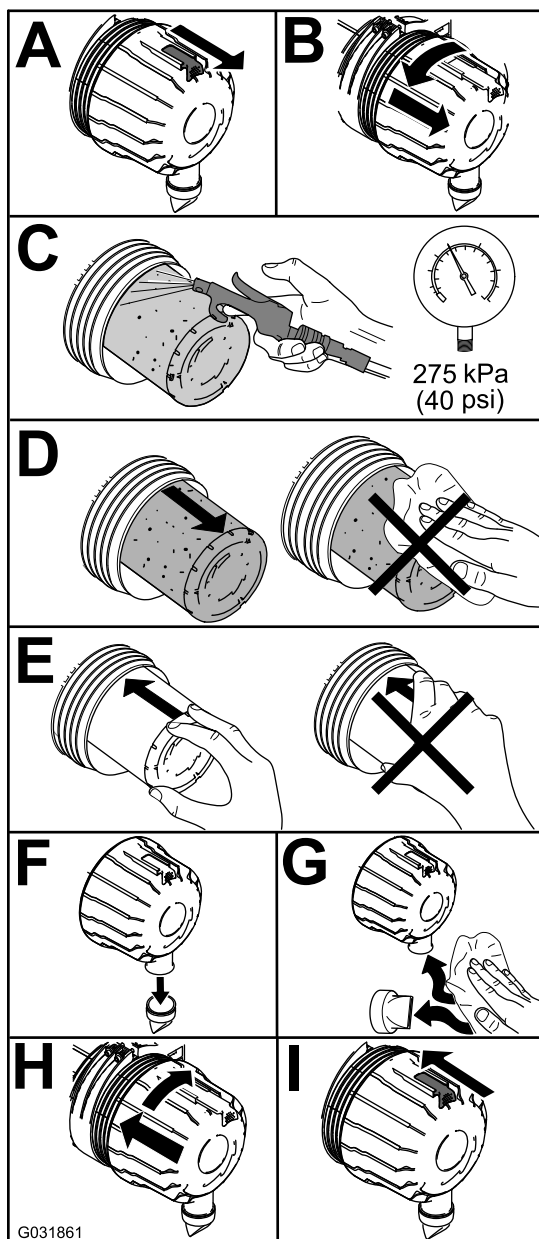

Figura 74
- Sostituite il filtro dell'aria (Figura 74).